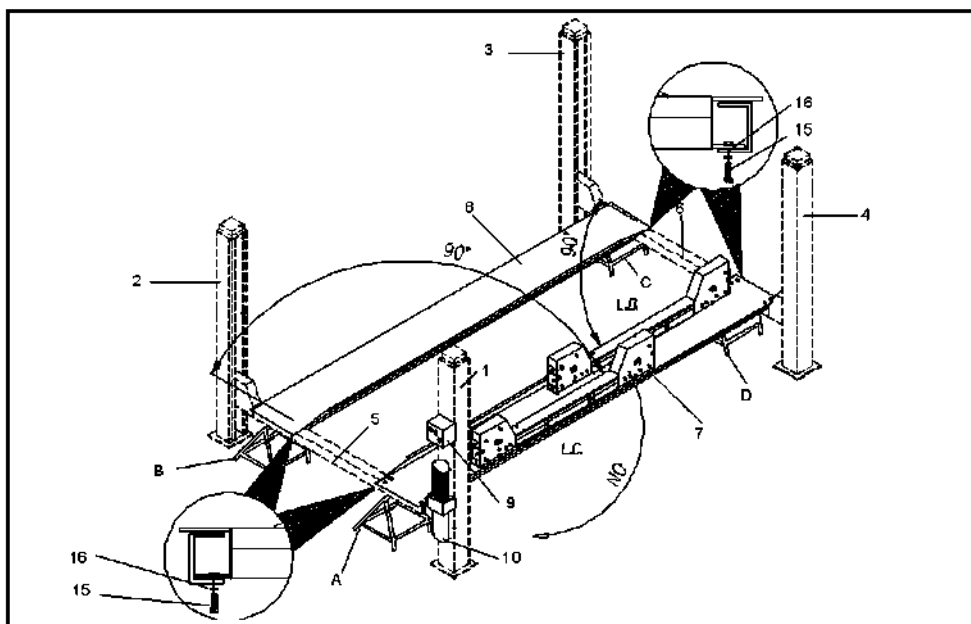
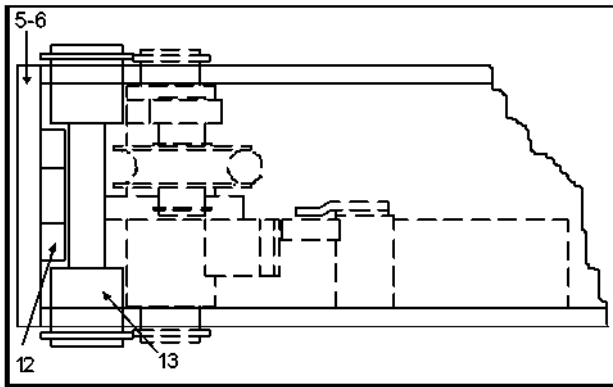

Рис. 39
Рис. 43
- 1- На месте расположения подъемника установить 4 поддерживающие опоры, которые могут выдержать вес 250 кг каждая, как указано на рис.39 (А-В-СД).
- 5- Установите на траверсе (поз.5-6 рис.39) передвижную платформу (8).
- 6- Проверьте квадратуру и диагонали установленных платформ: проверьте, чтобы передвижная платформа (8) свободно скользила между траверсами (5-6), для этого необходимо завинтить до основания винты (15) для фиксации неподвижной платформы (7).
Установите колонны по краям траверсы (поз.5-6 рис.39), следуя нумерации колонн и схеме их установки (рис.39). Выровняйте по верху планки безопасности (12), пропуская их с задней стороны траверс (5-6) и направляющие стержни (13) как показано на рис. 43.